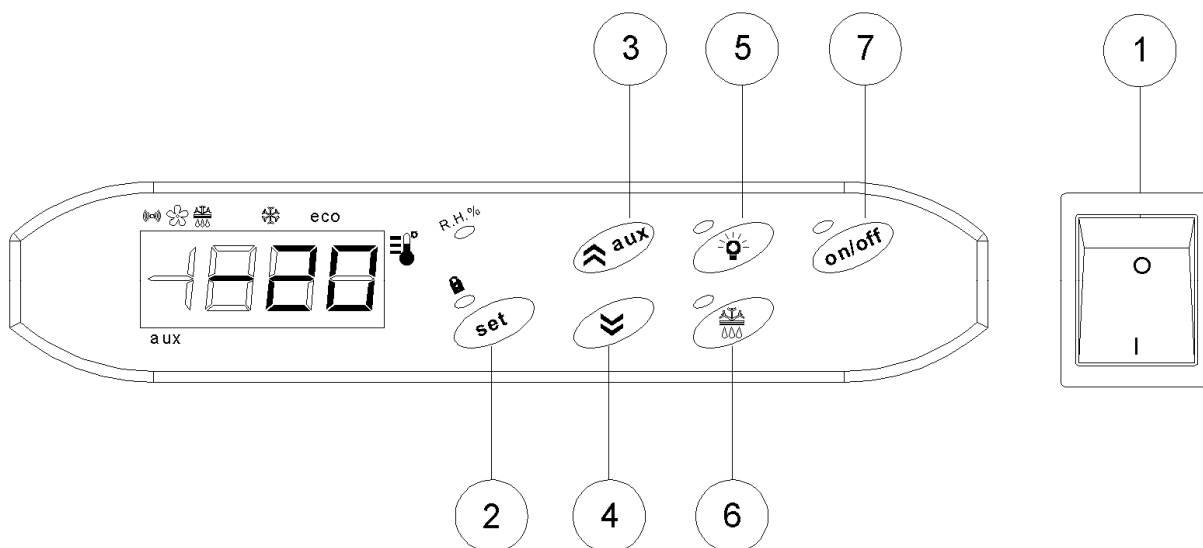

Fig. 5
| Fig.5 - STRUMENTAZIONE QUADRO ELETTRICO .....                         | 4  |
Dare tensione agendo sull'interruttore compressore ① di FIG.5.
L'utilizzatore nell'espletare le funzioni di monitoraggio e variazioni dei parametri di funzionamento deve agire esclusivamente sulla strumentazione esterna del quadro di comando rappresentato in FIG.5.